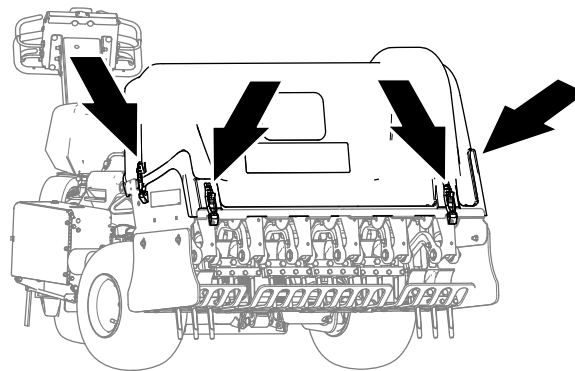
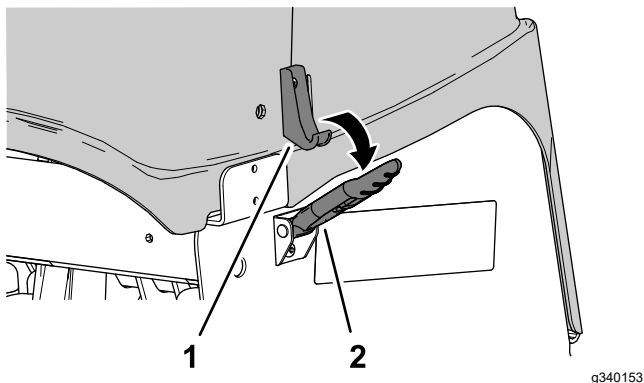

Figura 148
Figura 150
4. Deblocați capul capului de carotare în locaia cu 4 elemente de fixare (Figura 148 și Figura 150).